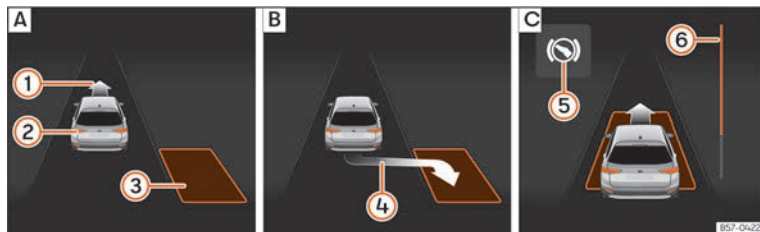
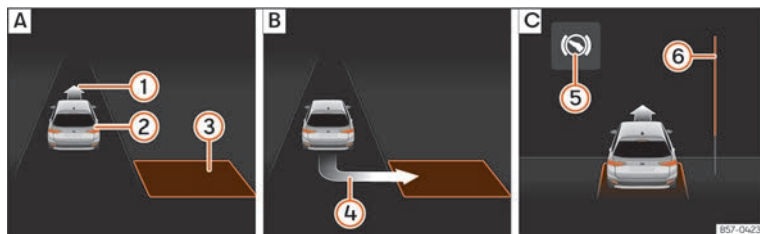

Fig. 204 No ecrã do painel de instrumentos: estacionar em linha. [A] Procurar um lugar de estacionamento. [B] Posição para estacionar. [C] Manobrar.
Fig. 205 No ecrã do painel de instrumentos: estacionar em espinha. [A] Procurar um lugar de estacionamento. [B] Posição para estacionar. [C] Manobrar.
para estacionar » **Fig. 204 [B]** ou » **Fig. 205 [B]**. O lugar foi considerado «apropriado» se no ecrã do painel de instrumentos aparecer a indicação de estacionar ④.
- Retroceda até o sinal contínuo do ParkPilot soar; **OU**: retroceda até aparecer a indicação de marcha à frente no ecrã do painel de instrumentos »» Fig. 204 [C] ou »» Fig. 205 [C]; **OU**: retroceda até aparecer a mensagem **Park Assist finalizado** no ecrã do painel de instrumentos. A barra de progresso ⑥ indica a distância a percorrer »» **Página 306.**
- Carregue no pedal do travão até o sistema de estacionamento assistido terminar de realizar as rotações do volante; **OU**: até o símbolo ⑤ no ecrã do painel de instrumentos se apagar.
- Faça marcha à frente até soar o sinal contínuo do ParkPilot; **OU**: faça marcha à frente até aparecer a indicação de fazer marcha-atrás no ecrã do painel de instrumentos. O sistema de estacionamento assistido manobra o veículo em frente e em marcha-atrás até centrá-lo no lugar »» Fig. 204 [C] ou »» Fig. 205 [C].
»» Fig. 204 ⑥ e »» Fig. 205 ⑥ mostra simbolicamente no ecrã do painel de instrumentos a distância relativa que ainda falta percorrer. Quanto maior for a distância, mais cheia está a barra de progresso. Ao circular em marcha à frente, o conteúdo da barra de progresso diminui para cima, e ao circular marcha-atrás, diminui para baixo.